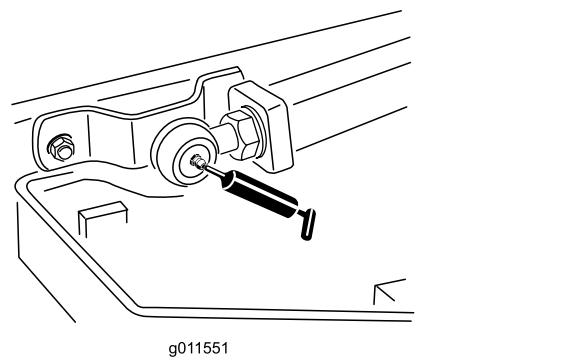

Figura 83
- 2 giunti a sfera del braccio di sollevamento (Figura 83)